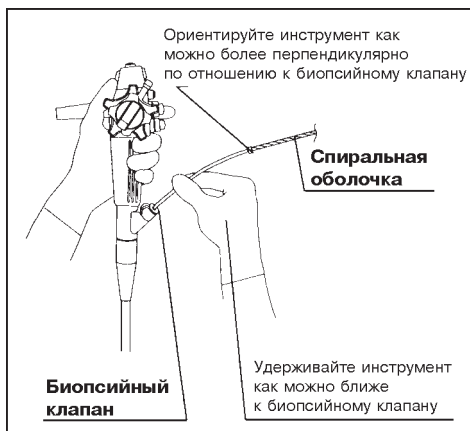

Рис. 3.9.
4. Осторожно введите инструмент в просвет биопсийного клапана эндоскопа. При этом корзинка должна быть полностью втянута в просвет трубчатой оболочки (рис. 3.9).